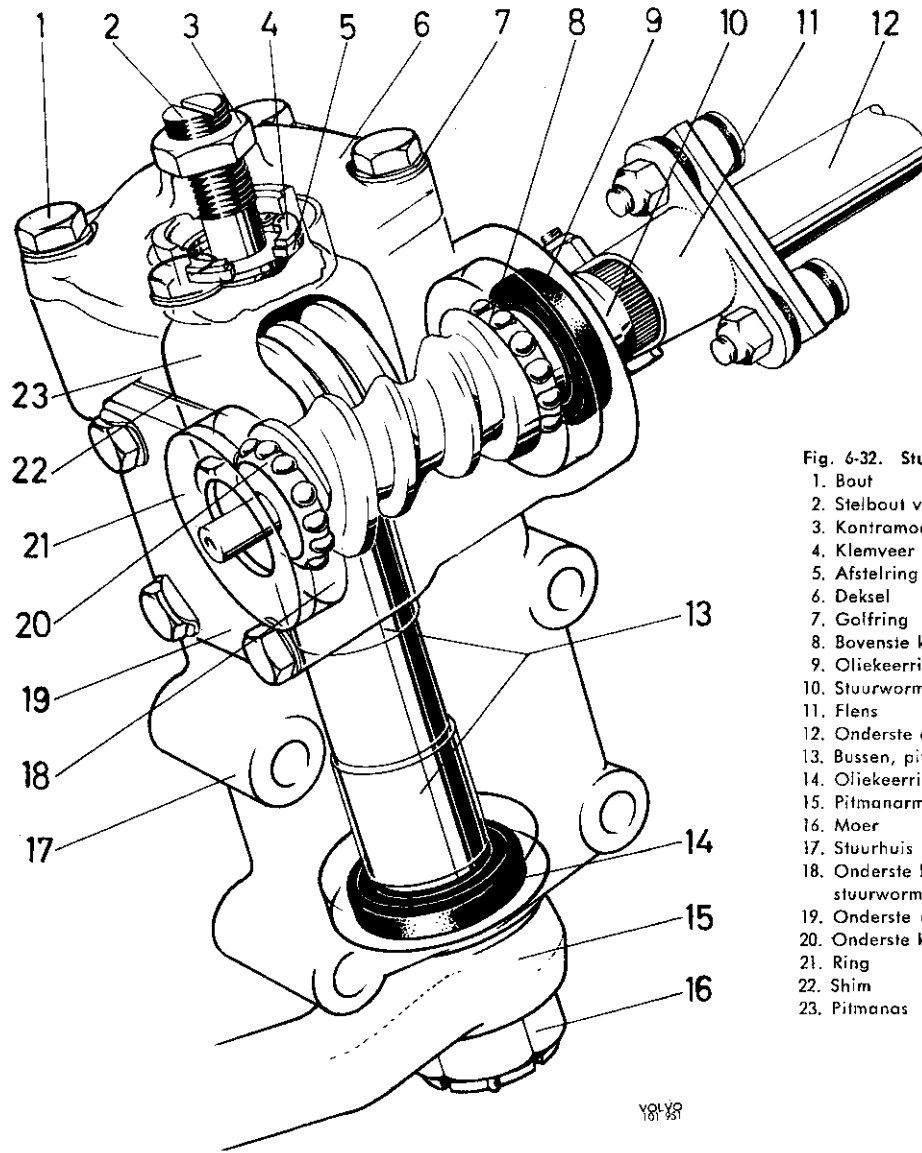

Fig. 6-32. Stuurhuis
2. Verwijder het deksel (19, Fig. 6-32). Let op de shims (22).
3. Drijf de onderste lagercup en het lager eruit (18 en 20) door voorzichtig de worm (10) met een plastic hamer naar beneden te slaan. Verwijder de worm en het lager.